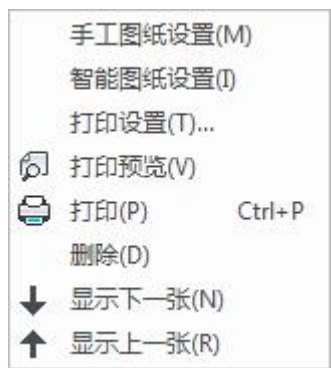

图 7-15 浏览单张图纸右键菜单
- 在图纸预览窗口单击鼠标右键，弹出如图 7-15 所示菜单。